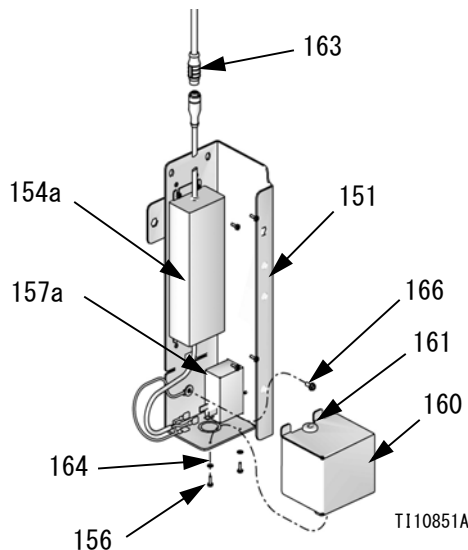

図 39
- 電源入力モジュール (157a) および 100-240 Vac 電源 (154a) を電源取り付けブラケット (151) に取り付けます。
- 電源出力ケーブルを CAN ケーブル (509) に接続します。図 39 を参照してください。
- 茶色ワイヤを「ライン (L)」に接続します。
- 青色ワイヤを「中点 (N)」に接続します。
- 接地ネジ (166) を電源接地 (緑色) ピグテールワイヤの小穴付き端子を通して電源筐体 (151) に取り付けて締め付けます。
- カバー板 (160)、ネジ (156)、およびワッシャ (164) を取り付けます。